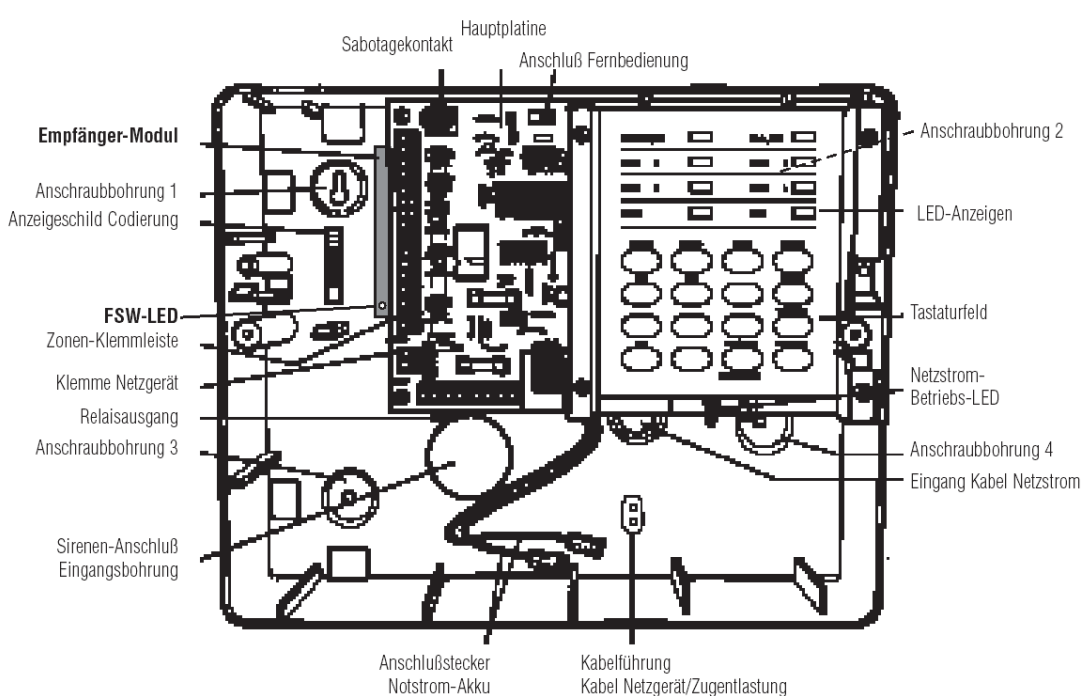

Abb. 7
2. Drücken Sie den Sabotagekontakt (Spiralfeder, Abb. 7) im Gehäuse nach unten, und befestigen Sie ihn mit einem Klebeband, sonst wird durch diesen Kontakt ein Alarm der internen Sirene ausgelöst und eine Unterbrechung des 24-Stunden- Alarmkreises angezeigt.
3. Schließen Sie nun das mitgelieferte Netzgerät an die Zentrale an (sofern dieses nicht bereits werkseitig mit der Zentrale verbunden ist). Führen Sie hierzu das 2-adrige Anschlusskabel von hinten durch die dafür vorgesehene Öffnung der Zentrale in deren Gehäuse, und schließen Sie es an die Anschlussklemme (Abb. 7) der Zentrale an. Es spielt bei diesem Anschluss keine Rolle, welche Ader mit welchem Pol verbunden wird.
Mit Hilfe des in das System integrierten FSW (Funk-Stör- Warnsystem) können Sie bei der Installation der Zentrale 4000 ZF überprüfen, ob sich in der Umgebung der Zentrale eine Störquelle befindet. Das FSW dient der Erkennung fremder Funksignale, die die Signale Ihres Systems überlagern und damit möglicherweise eine Kommunikation zwischen den Sendern und der Zentrale be- bzw. verhindern. Das FSW dient Ihnen somit als Montagehilfe und gibt Ihnen die Möglichkeit, Ihre Umgebung bereits vor der eigentlichen Installation auf fremde Funksignale hin zu überprüfen. Stecken Sie dazu das Netzgerät in die Steckdose. Der Funk-Empfänger der Zentrale besitzt eine grüne LED-Anzeige (Abb. 7), die leuchtet, sobald der Empfänger das Signal einer Funkkomponente oder fremde Signale (z.B. durch Funktelefone, Mikrowellenherd oder andere Haushaltsgeräte) erkennt. Ein Aufflackern dieser LED ist normal und kein Grund zur Besorgnis. Sollte die LED ständig länger als ca. 1 Minute konstant leuchten, wird der Betrieb des Systems wesentlich gestört, das System kann nicht mehr ordnungsgemäß arbeiten. In diesem Falle ist die Verbindung zwischen Sensoren bzw. Fernbedienung und Zentrale unterbrochen, d.h. die Zentrale reagiert nicht mehr zuverlässig auf die Signale der Funksender. Suchen Sie in diesem Falle einen geeigneteren Platz zur Montage der Zentrale und bestimmen Sie die Störquelle. Wenn Sie einen geeigneteren Platz gefunden haben, stecken Sie das Netzgerät wieder aus und fahren Sie mit der Installation fort.